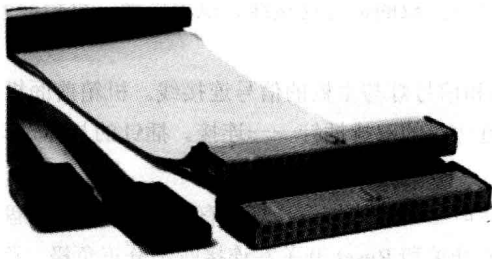

图 1.1.17 IDE 和 SATA 接口设备数据连接线
1) IDE 接口设备数据连接线的安装较为复杂, 需要区分设备的主从设置, 然后连接。如图 1.1.17 所示为 SATA 接口和 IDE 接口设备的数据连接线。通常, 在主板上一般都有两个 IDE 接口, 标识为 IDE1 (Primary IDE) 主接口和 IDE2 (Secondary IDE) 副接口。而每一根数据连接线则可以有三个接口, 其中一个接主板上的 IDE 接口, 另两个则可以接两个硬盘或一个硬盘与一个光驱。在同一根连接线上如果接两个 IDE 接口设备, 则其中一个应设置为主盘, 另一个设置为从盘。在通常情况下, 同一条排线上的设备速度会相互影响, 因此一般说来, 尽量不要把速度不同的两个设备用同一条排线连接。如果只须安装一个光驱和一个硬盘, 最好将这两个 IDE 设备挂接在不同的 IDE 接口上。主硬盘, 也就是启动系统的硬盘必须作为主设备接到主 IDE1 接口上, 光驱等设备可以连接在 IDE2 接口上, 这样可以稍微提高一些性能。主板上的接口和设备接口连接时同样遵循色线对应接口上第一针的原则。